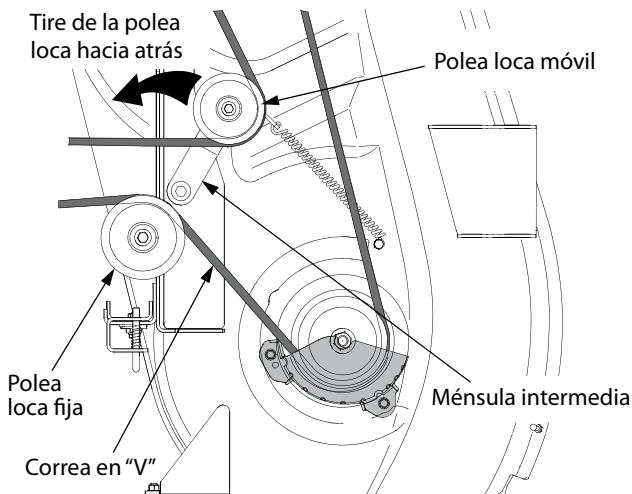

Figura 7-3
suficiente que permita levantar la correa hacia arriba, por encima de la polea loca. Vea la Figura 7-3.
- Oriente el lado trasero de la correa alrededor de la polea loca fija de la plataforma. Vea la Figura 7-3.
- Desde la parte media del tractor, haga girar el soporte de la polea loca/polea móvil hacia atrás contra la tensión del resorte y deslice la parte trasera de la correa en la polea loca móvil. Vea la Figura 7-3.
- Asegúrese de que la correa esté en las poleas del husillo de la plataforma y que el lado trasero de la correa esté contra las poleas fija y móvil. Vea la Figura 7-3.